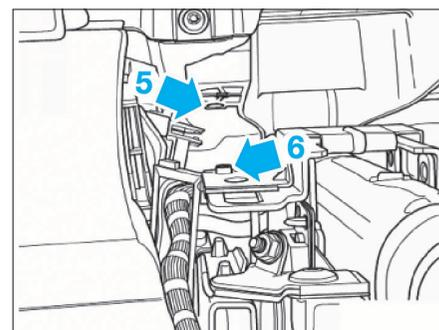

FIG. 5
- ajuster la colonne de direction par rapport au palier de fixation et la mettre en place. Lors de cette opération, les alésages (5) et les tétons (6) doivent être alignés (Fig.5).
- remplacer la vis (1).